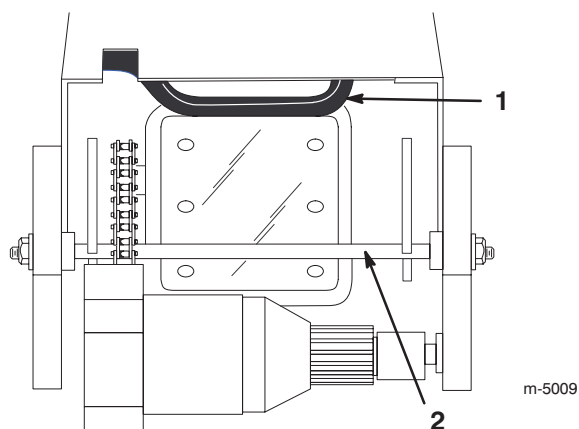

**Bild 2**
1. Nehmen Sie die beiden Bundbolzen ab, mit denen die Spannscheibengruppe am Motorrahmen befestigt ist, und nehmen Sie die Spannscheibengruppe ab (Bild 2).
2. Richten Sie die Öffnungen im Gehäuse von Schnecke/Gebläserad auf die Öffnungen im Motorrahmen aus (Bild 2).
3. Legen Sie den Antriebsriemen für Schnecke/Gebläserad um die Gebläserad-Riemenscheibe (Bild 2).
5. Installieren Sie die Spannscheibengruppe, wobei die Spannscheiben auf die Antriebsriemen ausgerichtet werden müssen (Bild 2 und 31).